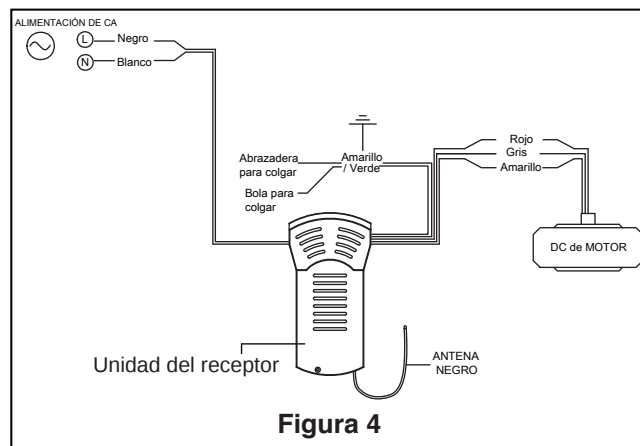

Figura 4
- ☐ 4. Coloque el soporte de la varilla y alinee los orificios de la clavija de horquilla en ambas piezas. Instale la clavija de horquilla y asegúrela con la pinza de horquilla. Fije e instale los dos tornillos de presión y las tuercas de seguridad en el soporte de la varilla interior. (Figura 4)
- ☐ 4. Levante cuidadosamente el ventilador y coloque el ensamble de la bola para colgar/varilla en la abrazadera para colgar que acaba de fijar a la caja de salida. Asegúrese de que la ranura de la bola esté alineada con la lengüeta de la abrazadera para colgar. (Figura 4)
- ☐ 5. Fije el cable de seguridad al cable de soporte para techo. Deslice la abrazadera de cables por el cable de seguridad (del ventilador). Pase el extremo del cable a través del aro que forma el cable de soporte para techo. Tire lo más posible del cable a través del aro. Inserte el extremo del cable en el orificio de la abrazadera y ajuste firmemente el tornillo. (Figura 4)
3. Realice las conexiones de cables al bloque del terminal como se muestra en la Figura 4.
☐ 4. Para configurar el código del mando a distancia, Mueva los interruptores de código hasta colocar el código de selección en la posición arriba o abajo. Con un destornillador pequeño o con una lapicera (no se incluye) deslice firmemente hacia arriba o hacia abajo. (Figura 4)